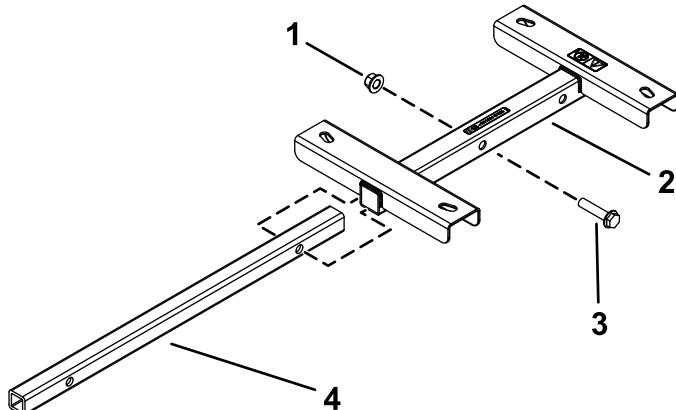

Figura 4
1. Inserite il supporto del tubo nel supporto per avvolgitubo fino a quando i fori nel supporto del tubo non sono allineati con i fori anteriori nel supporto per avvolgitubo (Figura 4).
2. Fissate il supporto del tubo al supporto per avvolgitubo con la vite a testa esagonale ($\frac{1}{2}'' \times 2\frac{1}{4}''$) e il dado di bloccaggio ($\frac{1}{2}''$) come illustrato nella Figura 4.